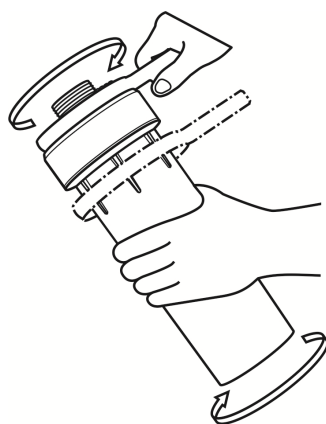

Рисунок 6.2.1
6.2.1.2 Открутите крышку колбы при помощи ключей крышки и колбы (см. рисунок 6.2.1).
6.2.2.2 Открутите крышку колбы при помощи ключей крышки и колбы (см. рисунок 6.2.1).
6.2.3.2 Открутите крышку колбы при помощи ключей крышки и колбы (см. рисунок 6.2.1).
- 6.2.4.2 Открутите крышку колбы при помощи ключей крышки и колбы (см. рисунок 6.2.1).